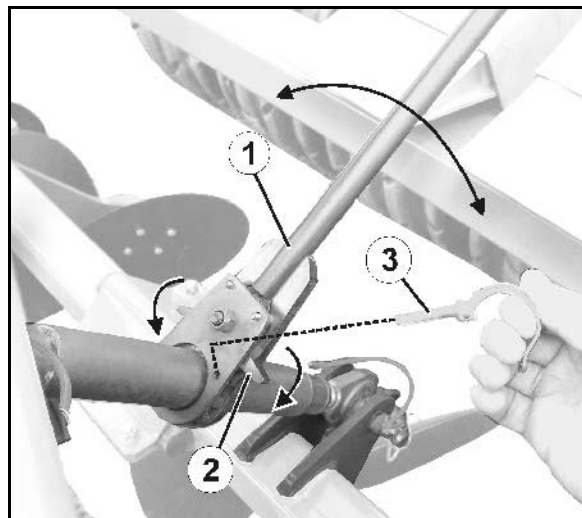

Bild 58
1. Ta bort spärren (Bild 58/3).
2. Lås svängspaken (Bild 58/2) i önskad vridriktning.
3. Förkorta / förlänga spindeln genom handspaken (Bild 58/1).
4. Säkra inställningen med spärren (Bild 58/3).